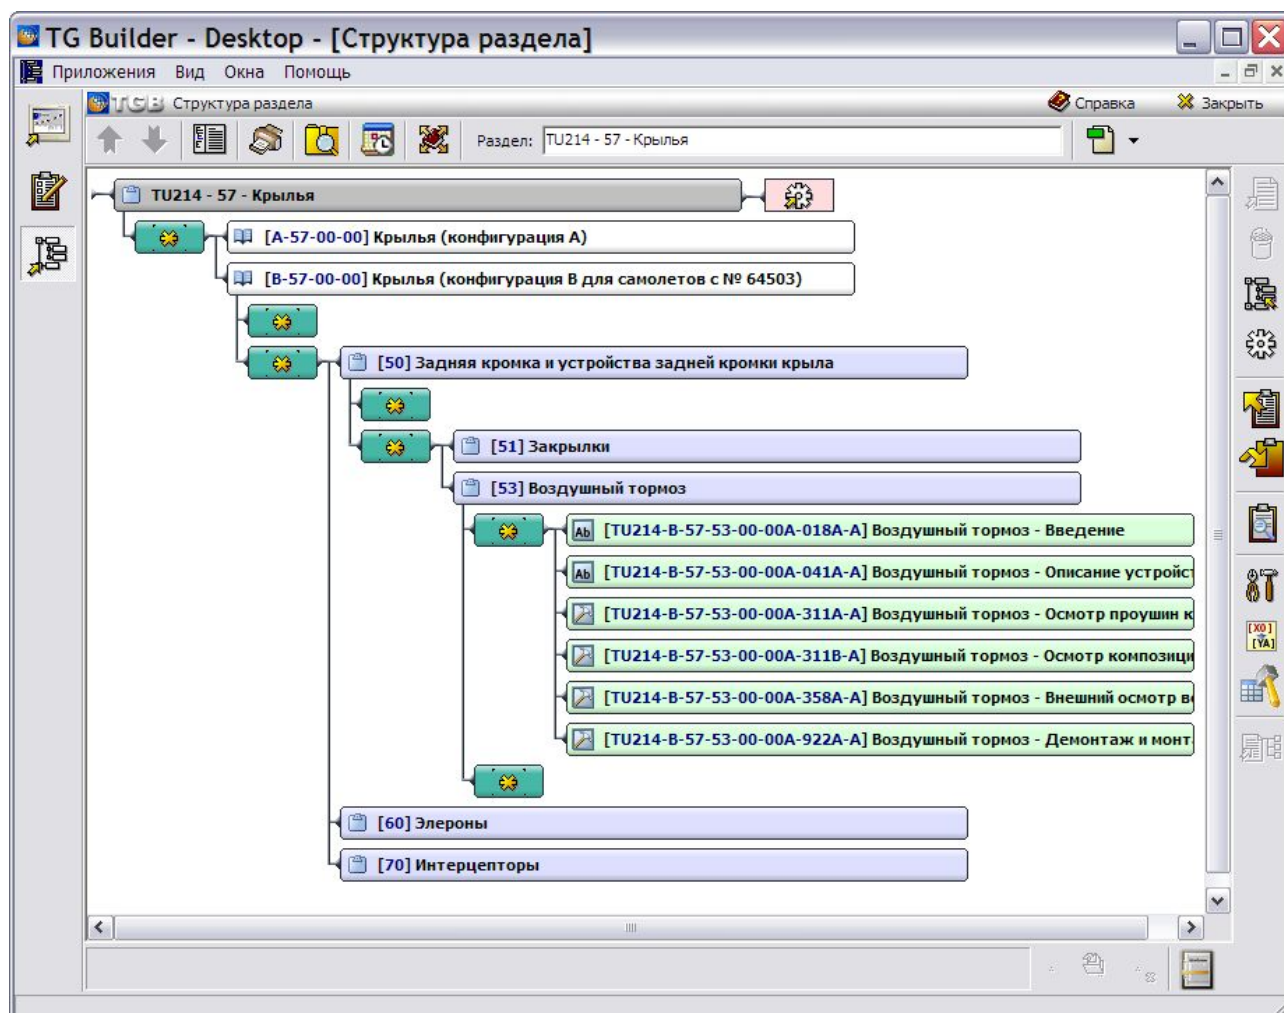

Рис. 12.14
1. В редакторе структуры документа создайте требуемые разделы и модули данных, специфичные для конфигурации «В» (Рис. 12.14).